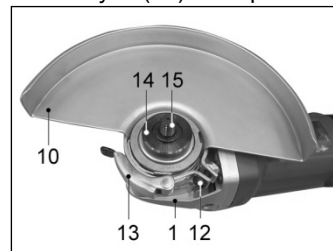

Рис. 3
7.1. Установка защитного кожуха (Рис. 3)